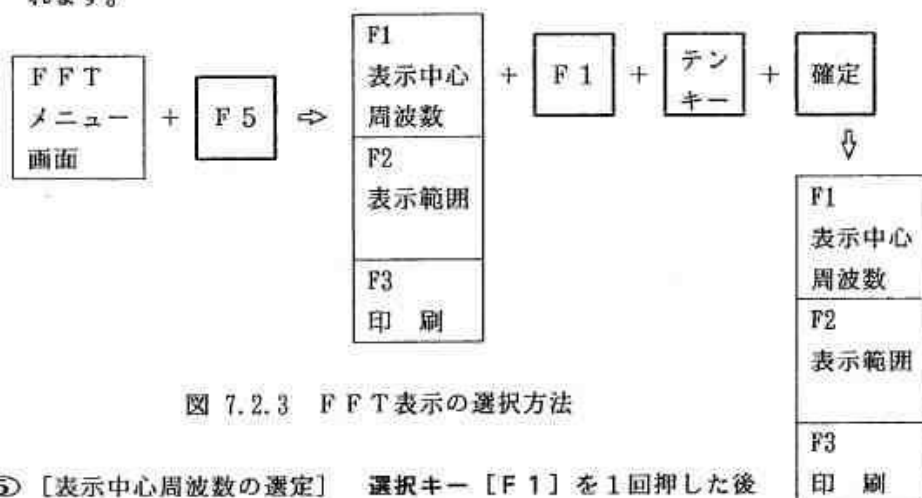

図 7.2.3 FFT表示の選択方法
- ③ 【窓関数の選択】 【自動】モードを選択すると、窓関数は自動的に【矩形】に設定されます。選択キー【F3】を押してもメニューエリアには選択メニューが表示されません。
- ④ 【表示様式の選定】 選択キー【F5】を1回押します。図 7.2.3のメニューが表示されます。